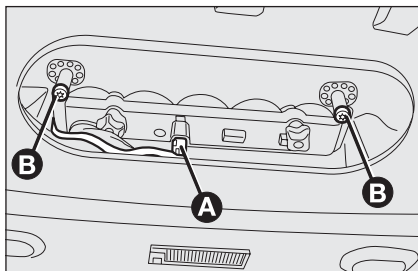

fig. 25
- débrancher la connexion électrique **A - fig. 25** ;
- dévisser les deux pivots latéraux **B - fig. 25** ;